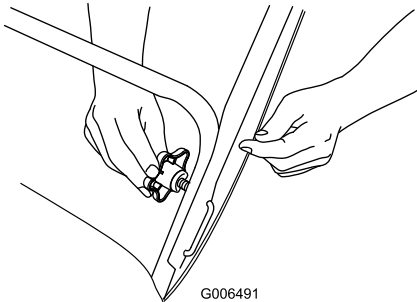

Figure 5
1. Dispositifs de blocage en « U » (2) 2. Boutons de guidon
2. Insérez le dispositif de blocage en « U » dans le trou libre du guidon et serrez fermement les boutons du guidon (Figure 5).